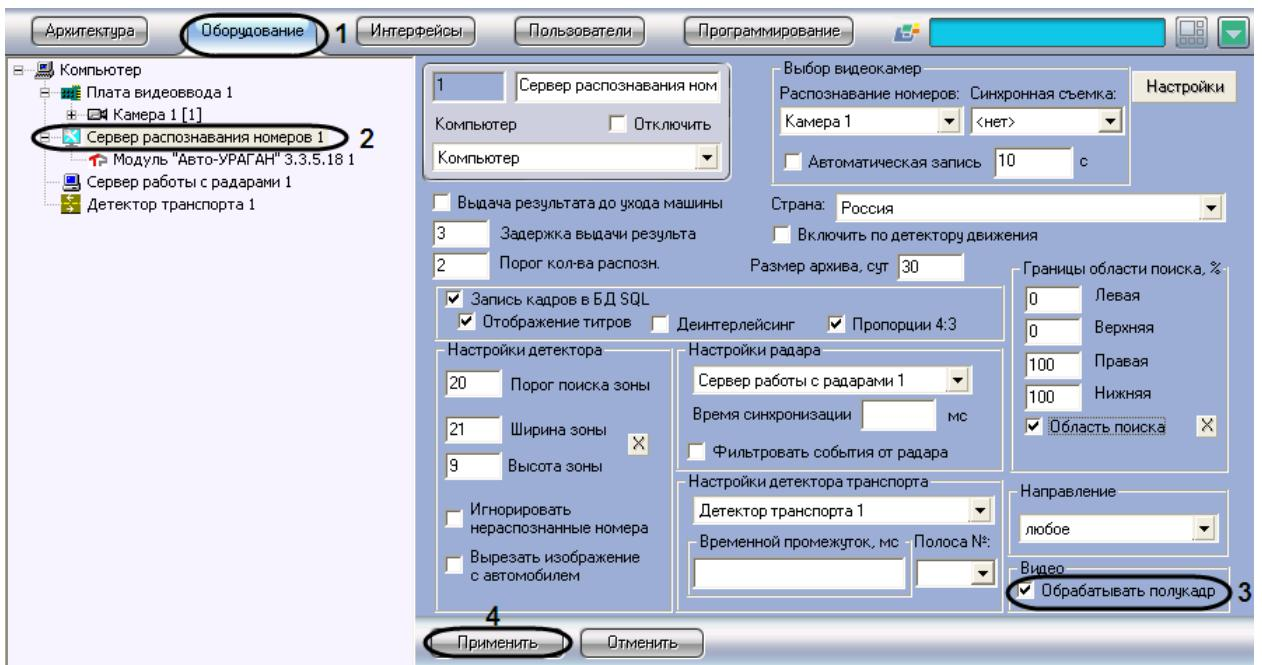

Рис. 7.2—29. Настройка обработки кадров
- В диалоговом окне «Настройка системы» перейти на вкладку «Оборудование» (см. Рис. 7.2—29, 1).
- В дереве объектов на вкладке «Оборудование» выбрать объект «Сервер распознавания номеров», соответствующий активированному программному модулю «Авто-УРАГАН 3.5.0.29», «CARMEN-паркинг», «CARMEN-Авто», «ACCR» или «VIT» (см. раздел «Активация программного модуля, используемого для распознавания номеров», Рис. 7.2—29, 2). В правой части вкладки «Оборудование» отобразится панель настройки выбранного объекта.
3. Снять (установить) флажок «Обрабатывать полукард» в группе «Видео» (см. Рис. 7.2—29, 3).
4. Нажать кнопку «Применить» (см. Рис. 7.2—29, 4).